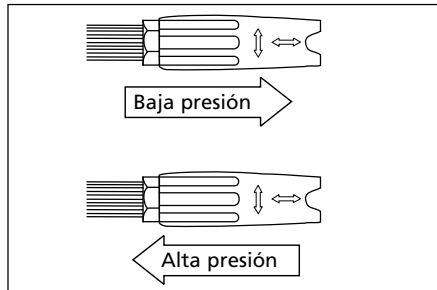

Figura 8 - Ajuste de la boquilla para presión
- Coloque la boquilla en la posición de baja presión, como se muestra en la figura 8, y aplique el detergente de modo que cubra por completo la superficie.
- Para succionar el jabón o detergente, suelte el gatillo y mueva la boquilla a la posición de baja presión (vea la figura 8). La succión del detergente funcionará SÓLO con la boquilla en